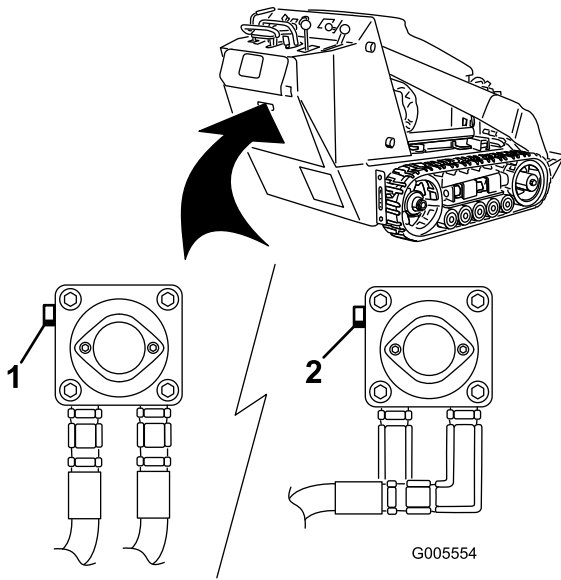

Figure 18
3. À l'aide d'une clé, donnez deux tours dans le sens antihoraire aux vannes de remorquage situées sur les pompes hydrauliques (Figure 18).